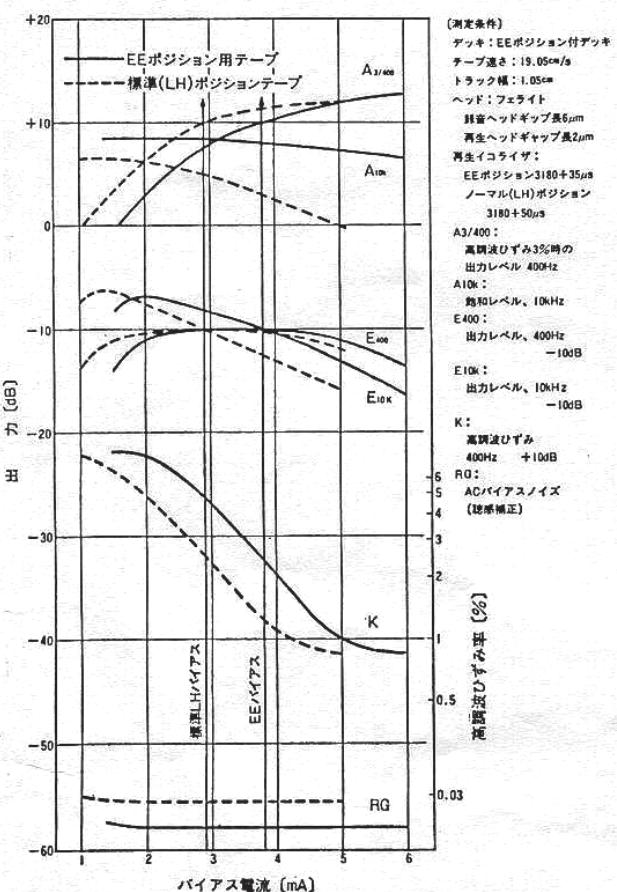
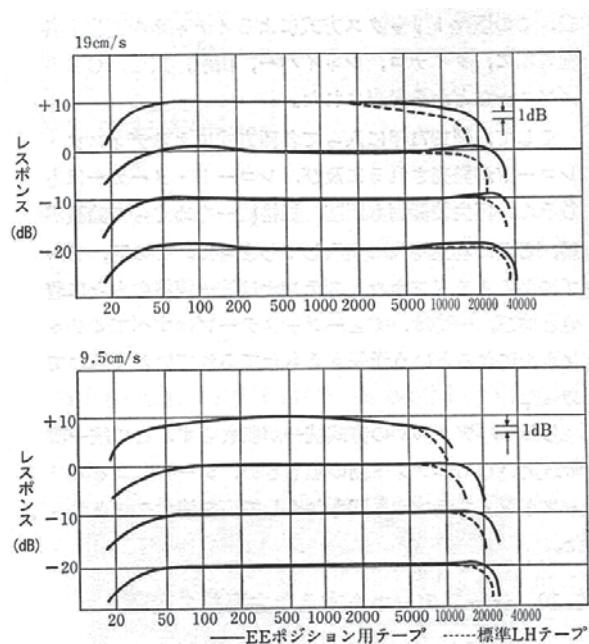

図60-7 EE ポジションテープのバイアス特性(例)
図 60-8 EE ポジション・テープの周波数特性(例)
EE ポジション用テープの優れた高域特性と、それに対応して新たに設定された EE テープ・セレクター・ポジションによって、従来の酸化鉄タイプのテープに比べ、大幅な技術向上をみている。とくに9.5cm/s 時の特性は従来の標準タイプ (LH) の19cm/s 時の諸特性を上回るため、低速、長時間の高性能録音が可能となった。19cm/s 時の諸特性も著しい改善を示している(図60-7、図60-8、表60-3、表60-4)。